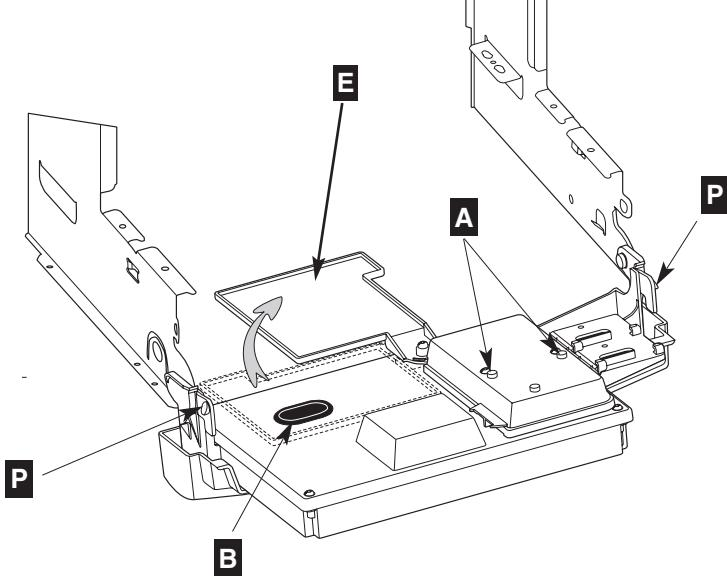

Abb. 12
- die beiden Befestigungsschrauben **A** der Schutzhülle aufschrauben (Abb.12) und die Haube abnehmen
Diese Einstellungen werden auf der Rückseite des elektronischen Gehäuses vorgenommen (das Gehäuse vorher ausschwenken und senken. Den Anleitungsbeutel **E** nach unten umkippen lassen (Abb. 12), die Einstellungen befinden sich hinter dem Gummistöpsel **B**.